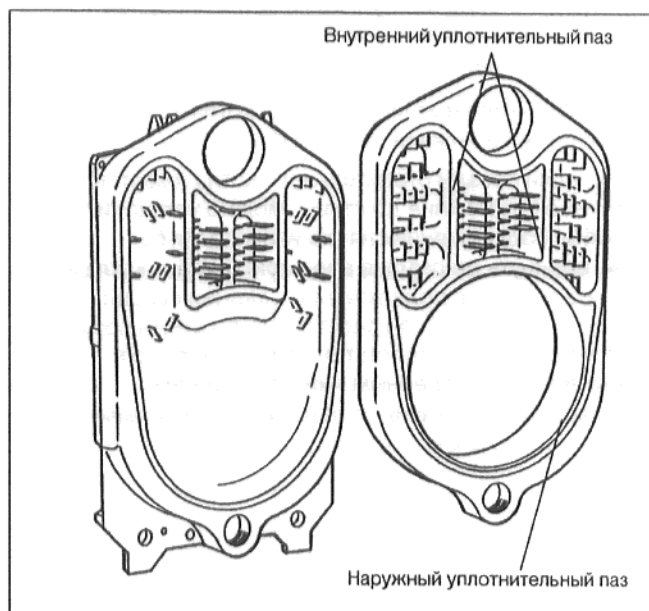

рис. 8
- Установить части блока (рис. 8) и закрепить от опрокидывания.
- Смазать грунтовочной краской наружные и внутренние пазы на обратной стороне средней секции (рис. 8).
- Вложить уплотнительный шнур в наружный паз, начиная с верхнего участка ступицы котла (рис. 8).
- Вложить уплотнительный шнур во внутренние пазы секции котла (рис. 8).